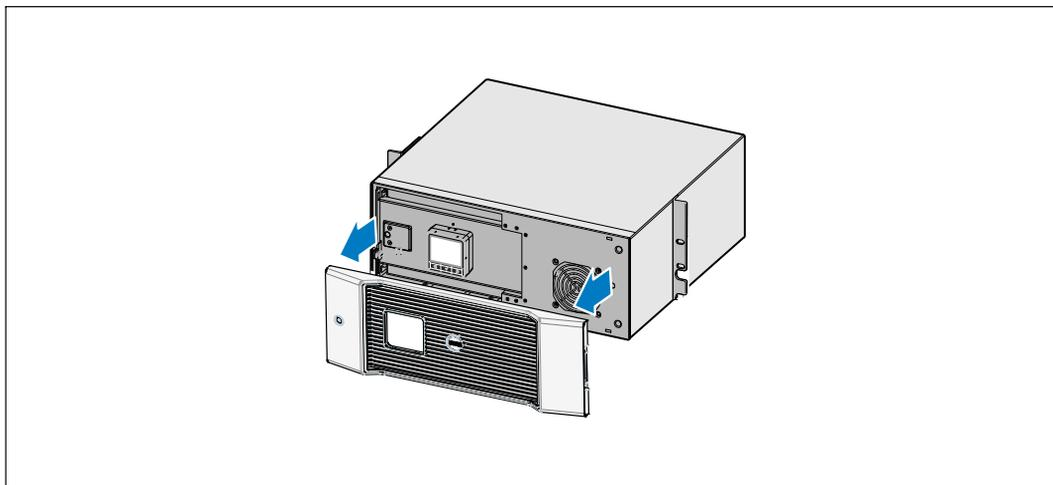

Рис. 23. Снятие передней крышки ИБП
- 3 Снимите переднюю крышку ИБП (см. Рис. 23).